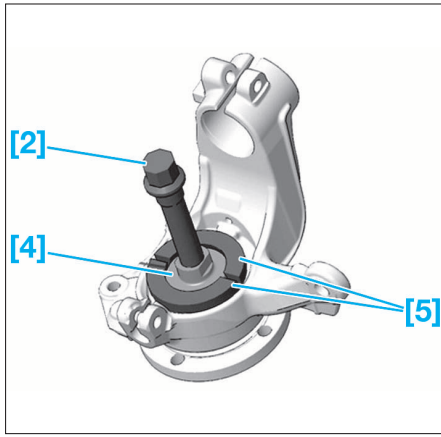

FIG. 33
- Poser les outils [4], [5] et [2] (Fig.33).